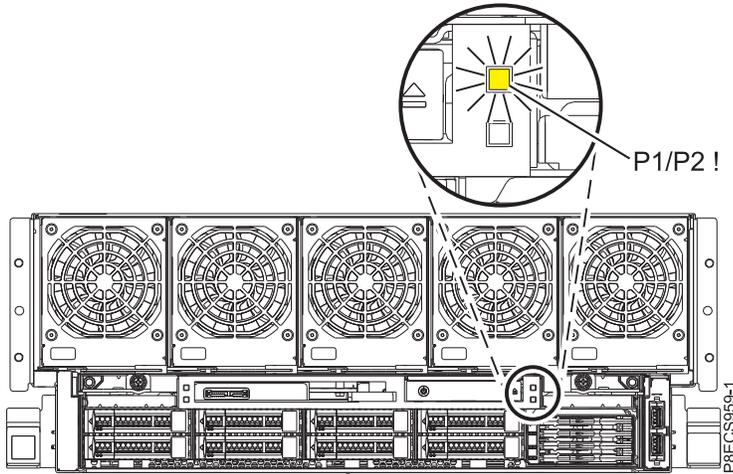

図 7. 8408-44E または 8408-E8E システム上の前面 **P1/P2!** 障害ロールアップ LED
6. **P1/P2 !** 障害ロールアップ LED の状態を書き留めます。この LED は、8408-44E または 8408-E8E システムの前面にあります (12 ページの図 7 を参照)。